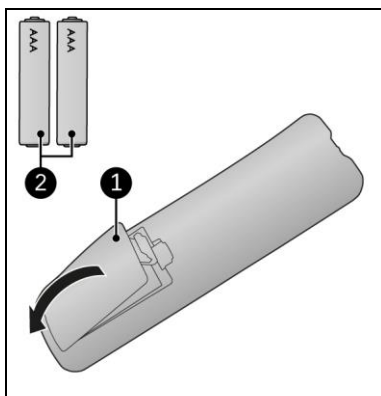

Figura 14
4. Scoateți capacul (Figura 14, poz. 1).
6. Introduceți două baterii (AAA 1,5 V) (Figura 14, poz. 2) așa cum este indicat în compartimentul pentru baterii. Asigurați-vă că introduceți bateriile în mod corect.